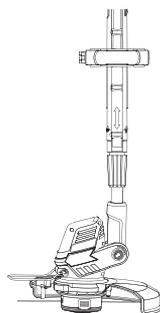

Fig. 24
- > Pour travailler sur les bordures, appuyez sur le bouton et tournez la poignée. Lorsque le bouton est enfoncé, la poignée peut être tournée à un angle de 90° ou 180° (Fig. 24 & 25). Une fois la poignée réglée sur le cran souhaitée, le bouton verrouille le manche. La poignée ne peut tourner que dans un seul sens. N'utilisez pas le fil de coupe renforcé pour travailler sur les bordures.